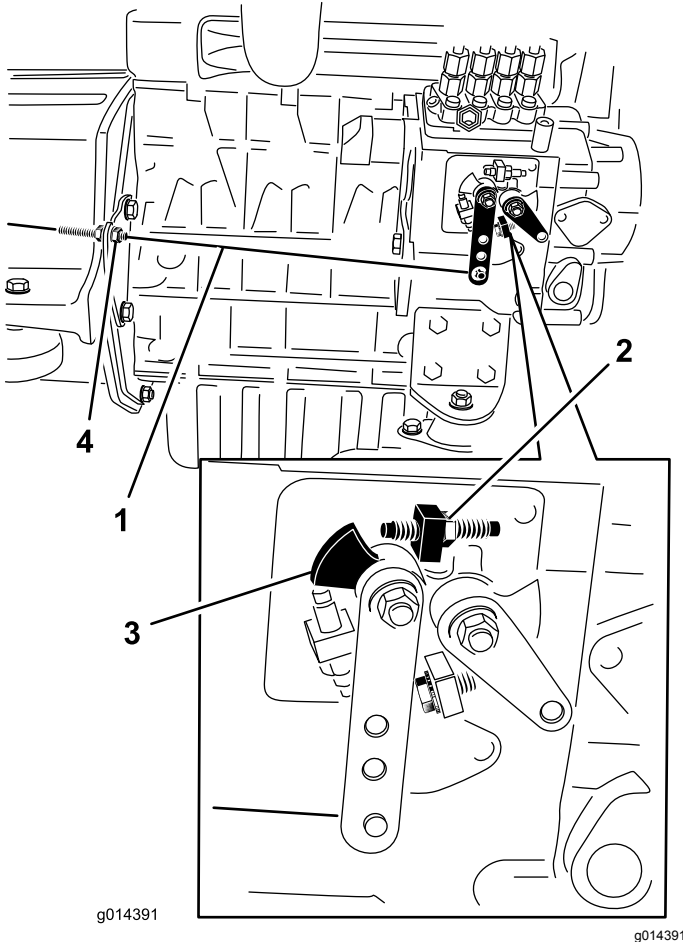

Figura 34
2. Compruebe la posición de la palanca de control de velocidad de la bomba de inyección de combustible. La palanca de control de velocidad debe estar en contacto con el tornillo de alta velocidad cuando la palanca de control del acelerador está en la posición de RÁPIDO (Figura 34).
3. Si es necesario, ajuste la posición de las contratueras del cable de control del acelerador hasta que la palanca de control de velocidad entre en contacto con el tornillo de alta velocidad cuando la palanca de control del acelerador está en la posición de RÁPIDO (muesca) (Figura 34).